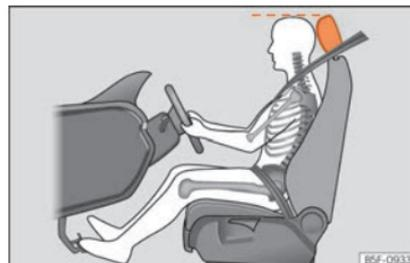

Abb. 73 Die richtige Kopfstützeinstellung des Fahrers.
- Stellen Sie die Kopfstützen so ein, dass die Oberkante der Kopfstütze sich möglichst auf einer Linie mit dem oberen Teil Ihres Kopfes befindet »» **Abb. 73.**